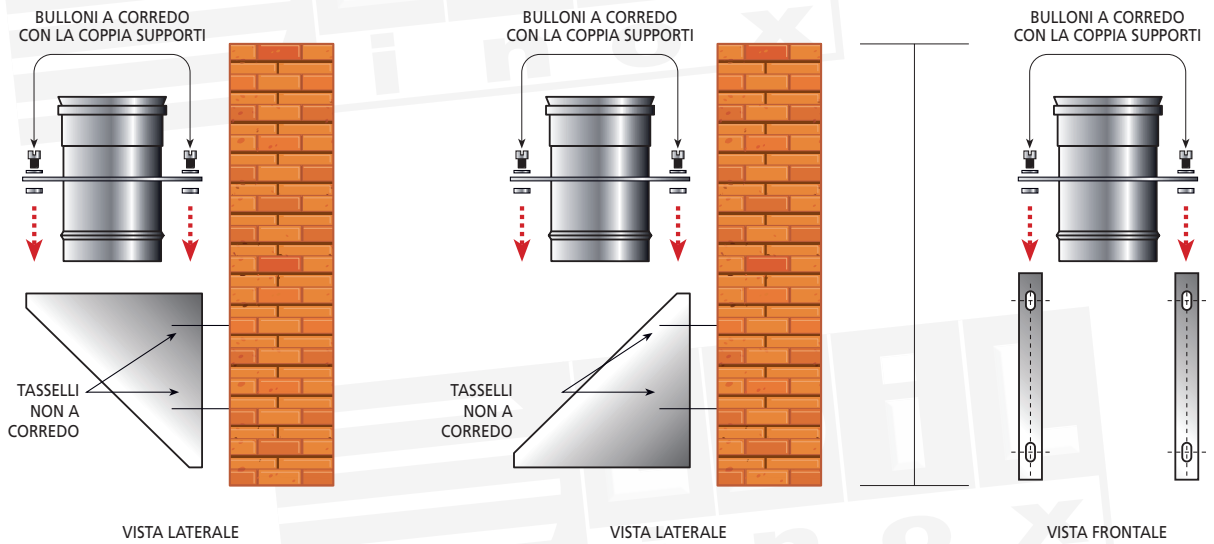
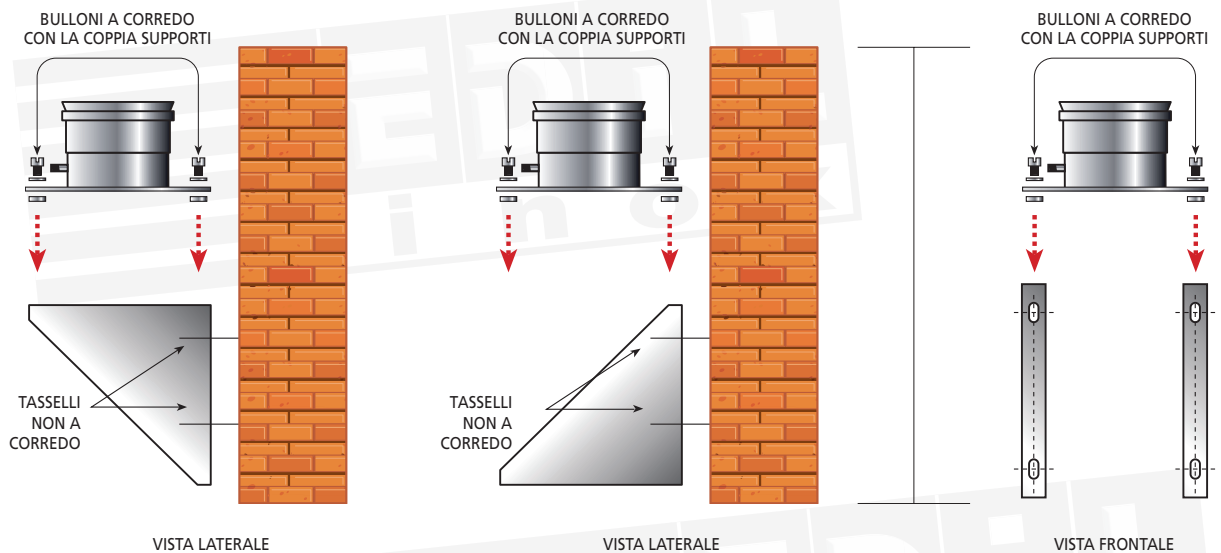

FIGURA 3A
FIGURA 3B
- fissare i due elementi della coppia supporti al muro, creando tra essi un piano di appoggio orizzontale; fissare successivamente la piastra serrando i dadi ai rispettivi bulloni (**figura 3A e figura 3B**).